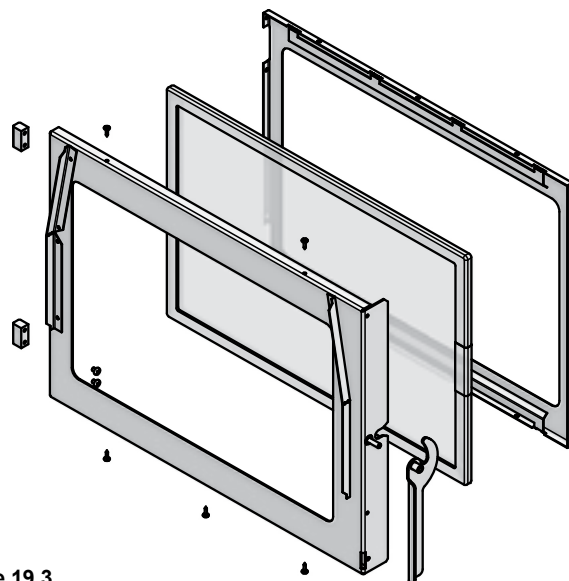

Figure 19.3
2. Utilisez un tournevis à tête cruciforme pour enlever les 4 vis (2 situées sur le dessus et 2 sur le dessous). Enlevez le support en métal et la vitre (**Figure 19.3**).